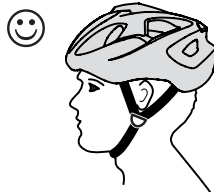

Fig. 1a
- O capacete deve assentar sempre sobre a sua cabeça na horizontal. (Fig. 1a)